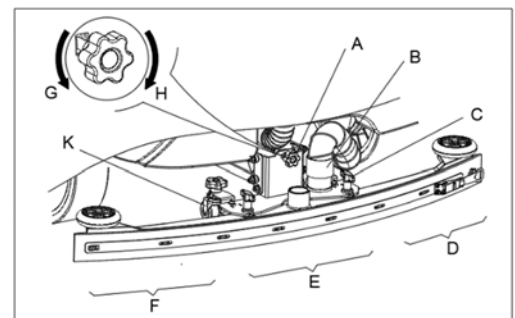

Abb. 10
1. Installieren Sie die Saugleiste und schrauben Sie die Mutter (C, Abbildung 10) nach oben. Schließen Sie nun den Saugschlauch (B) an die Saugleiste an.
2. Stellen Sie die Saugleiste über den Saugleisten-Einstellgriff (A) ein.
- a) Bei einem Spalt zwischen dem Boden und dem hinteren Saugleistenblatt (E), den Knopf (A) im Uhrzeigersinn in Richtung (H) stellen, bis das gesamte hintere Saugleistenblatt guten Bodenkontaktaufweist und das vordere Blatt den Boden leicht berührt.
- b) Bei einem Spalt zwischen dem Boden und den beiden Endabschnitten des hinteren Blattes (D und F), den Knopf (A) gegen den Uhrzeigersinn in Richtung (G) stellen, bis alle Abschnitte des hinteren Saugleistenblattes guten Bodenkontakt aufweisen und das vordere Blatt den Boden leicht berührt.